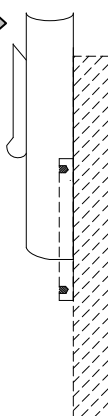

Fig 4.4
- (2) 將指紋機順著槽按到固定鐵板上 (Fig4.4)；